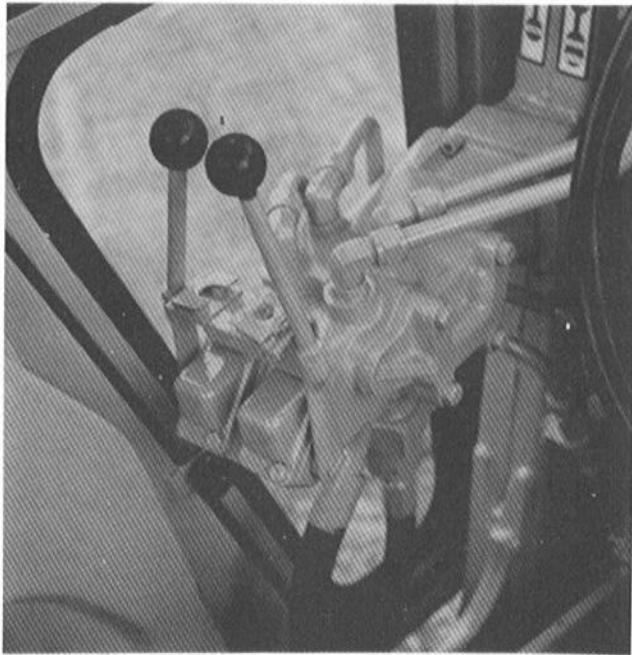

Bild 69
5) Arretierung der Bedienungshebel (Bild 69)